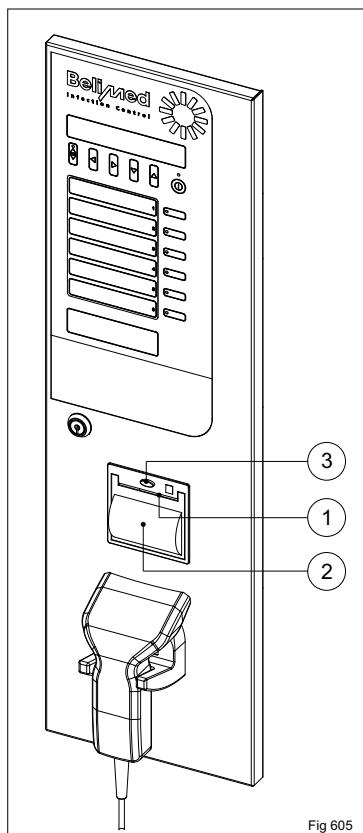

Fig 605
- ▶ Deckel über die Drucktaste (Fig. 605/606 Pos.3) abklappen
- ▶ Papier durch den Papierauslass (Fig. 605/606 Pos.1) führen